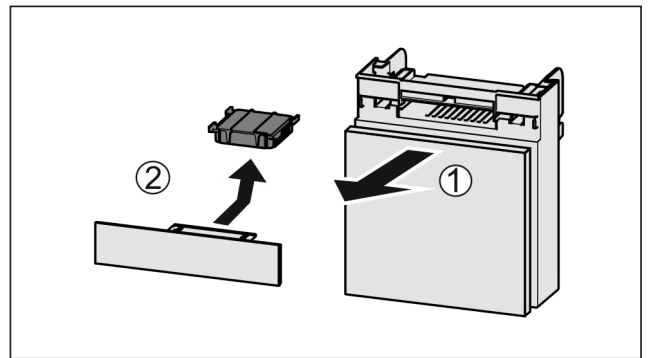

Fig. 59
- ▶ Fach nach vorne herausziehen Fig. 59 (1).
- ▶ Aktivkohlefilter entnehmen Fig. 59 (2).